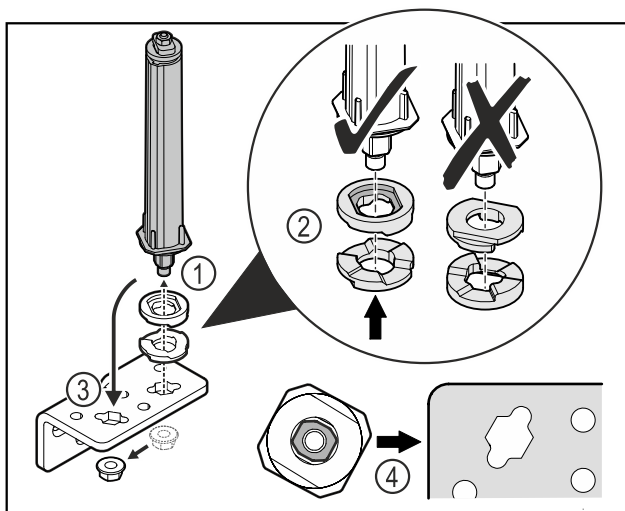

Fig. 47
- ▶ Dévisser l'écrou et retirer le système de fermeture de porte Fig. 47 (1).
- ▶ Veiller à ce que les rondelles de réglage de la hauteur soient correctement orientées Fig. 47 (2).
- ▶ Mettre le système de fermeture de la porte dans l'autre trou de l'équerre de charnière et le fixer avec l'écrou Fig. 47 (3).
- ▶ Lors de la mise en place, veiller à bien orienter le système de fermeture de porte Fig. 47 (4).